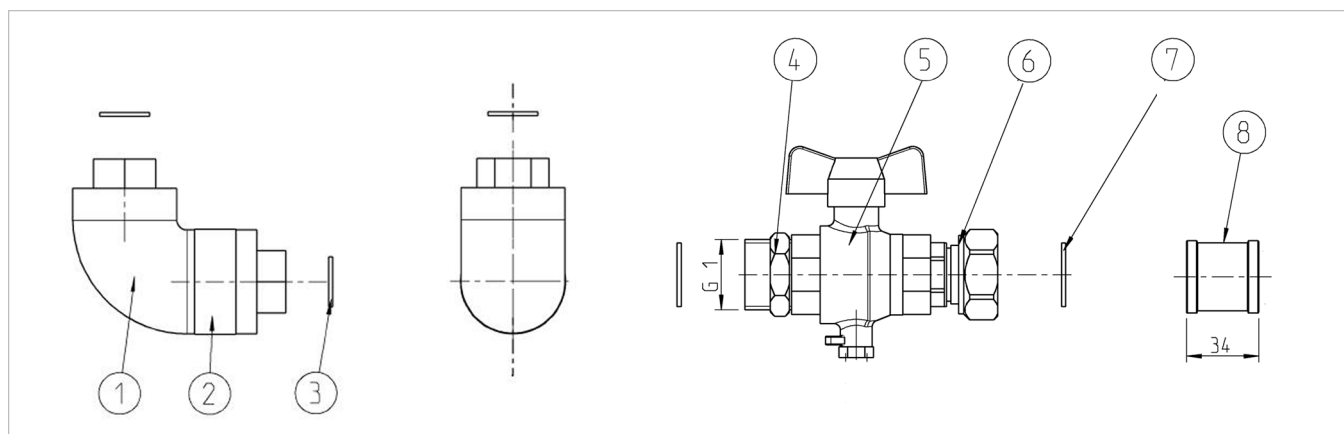

Abb. 1: Anschlusssatz zum Einbau eines Warmwasser-Wärmemengenzählers in SolvisMax-Neuanlagen
1. Mit dem im Lieferumfang enthaltenen Wellrohr das im Wellrohrset vorhandene Rücklaufwellrohr ersetzen, siehe → Abb. 1 (1).
1. Den im Lieferumfang der WWS24 enthaltenen Kugelhahn mit dem im Lieferumfang enthaltenen Kugelhahn mit Messstutzen ersetzen, siehe → Abb. 1 (4).